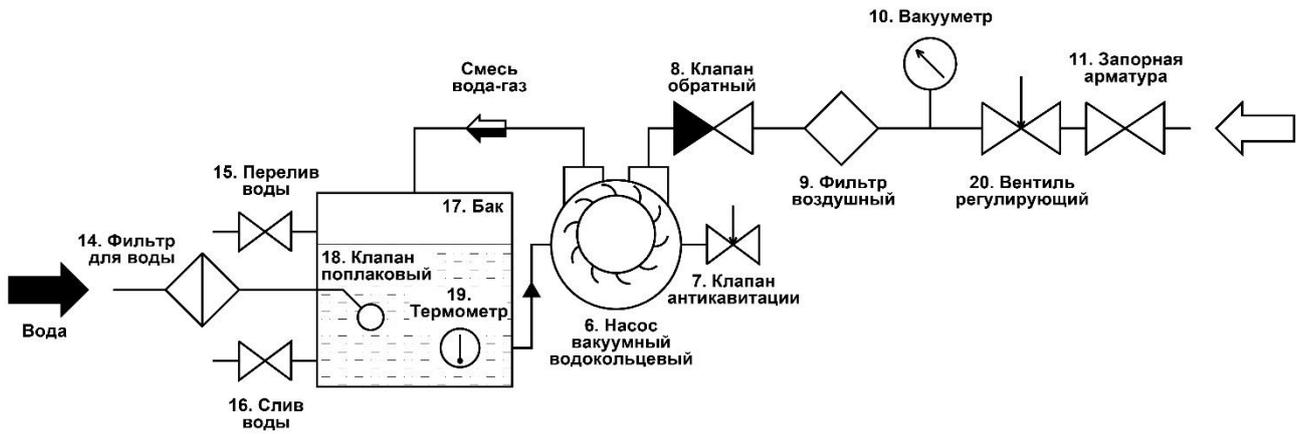

Рисунок 7.
- подключение подачи воды из емкости с полной рециркуляцией (рис.7);